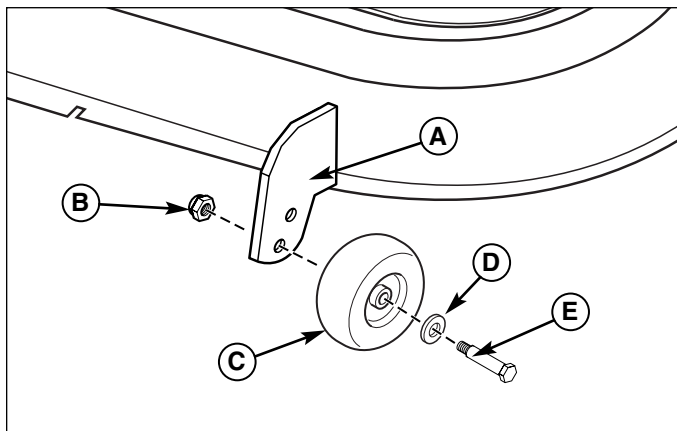

Abbildung 38. Führungsradeinstellung bei fest montierter Halterung
1. Sicherungsmutter (B, Abbildung 38), Führungsradscheibe (C), Unterlegscheiben (D) Ansatzschraube (E) ausbauen. Das Führungsradscheibe auf die gewünschte Höhe einstellen.
2. Ansatzschraube (E) durch Unterlegscheiben (D), Führungsradscheibe (C) und Führungsradscheibehalter (A) einsetzen. Mit Sicherungsmutter (B) befestigen. Schritte 1 und 2 für alle Führungsräder wiederholen.